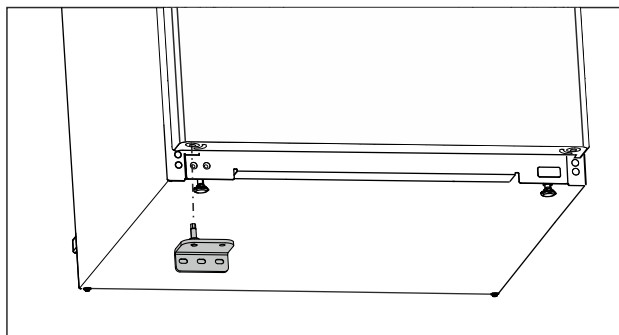

Fig. 17
- ▶ Umetnite donje ležajno postolje na suprotnu stranu. (pogledajte Fig. 17)